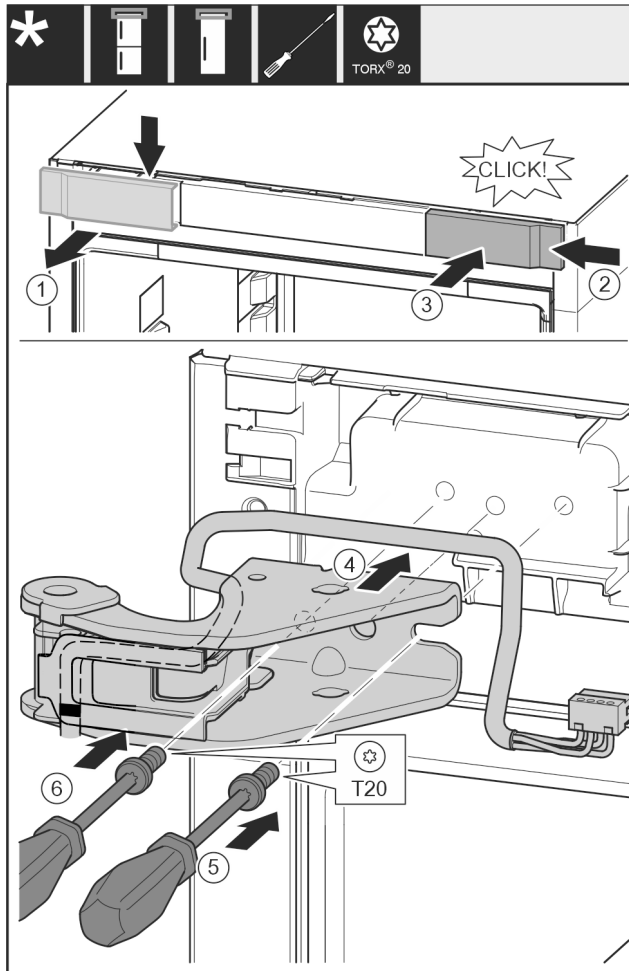

Fig. 32
- ▶ Abdeckung von oben nach vorne abnehmen. Fig. 32 (1)
- ▶ Abdeckung um 180° gedreht auf der anderen Seite von rechts einhängen. Fig. 32 (2)
- ▶ Abdeckung einrasten. Fig. 32 (3)
- ▶ Oberen Lagerbock ansetzen. Fig. 32 (4)
- ▶ Schraube mit Schraubendreher T20 ansetzen und festdrehen. Fig. 32 (5)
- ▶ Schraube mit Schraubendreher T20 einsetzen und festdrehen. Fig. 32 (6)